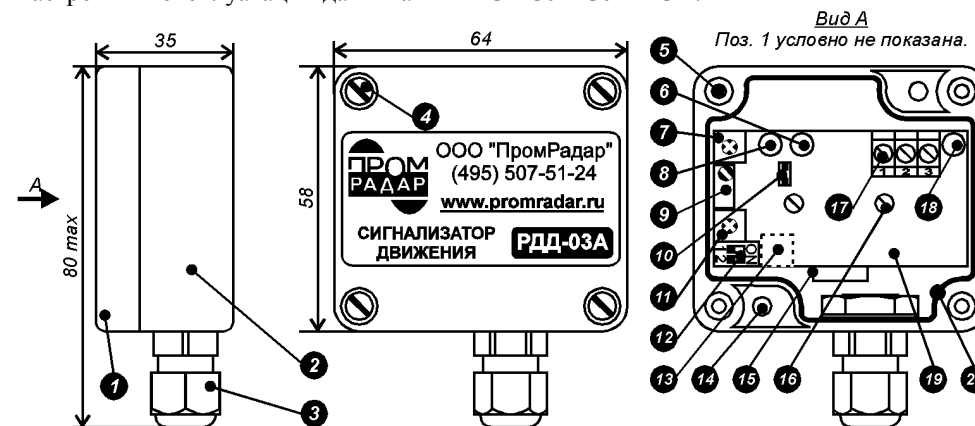
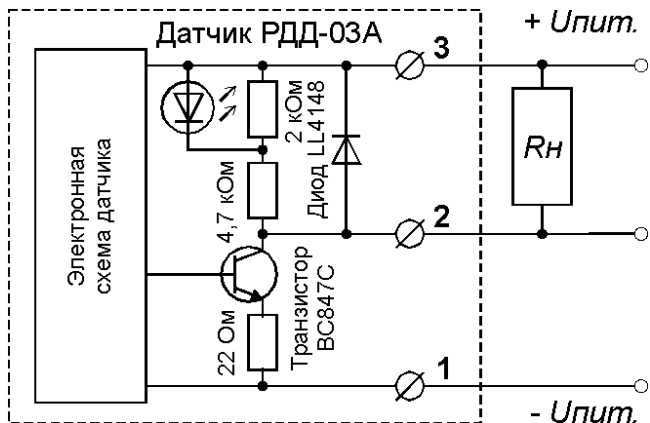

Рис. 1. Конструкция датчика РДД-03А.
Рис. 10. Выходной каскад датчика РДД-03А и схема подключения нагрузки.
Конструкция РДД-03А показана на рис. 1. На печатной плате 19 установлены элементы электрической схемы датчика и приёмо-передающий модуль 15. Плата саморезами 16 крепится к корпусу 2. Регулятор 7 («Чувствительность») служит для настройки чувствительности датчика, а 11 («Задержка») - для регулировки задержки срабатывания. Тип задержки (на включение/ на выключение/ симметричная) задается переключателем 12. Если удалить перемычку 10 («Фильтр»), то РДД-03А контролирует наличие/ отсутствие движения во всем диапазоне скоростей. Для его сужения (фильтрации посторонних движений) следует установить перемычку 10 обратно на посадочные штыри. Выбор нужного интервала скоростей производится регулятором 9 («Скорость»). Внешние провода вводятся через сальник 3 и подключаются к клеммам 17. Светодиод 8 («Движение») горит при движении контролируемого объекта; светодиод 6 («Выход») зажигается при срабатывании выходного ключа прибора, а светодиод 18 («КЗ») включается при срабатывании схемы защиты выходного каскада от токовых перегрузок. Для крепления РДД-03А служат два отверстия 14 диаметром 4,2 мм. Корпус закрывается крышкой 1 через уплотнитель 20. Крышка прижимается винтами 4, которые вворачиваются в запрессованные резьбовые втулки 5. Регулятор 13 (обозначен пунктиром) в процессе настройки и эксплуатации датчика **НЕ ИСПОЛЬЗУЕТСЯ**.
Схема выходного каскада датчика показана на рис. 10. В качестве сопротивления нагрузки R_n к датчику может быть подключена обмотка внешнего реле или входной каскад контроллера сбора информации.
Обозначения органов регулировки РДД-03А, а также направления их вращения соответствуют рис. 1.
7.1.4. Подключите к датчику нагрузку и источник питания согласно рис. 10.
ВНИМАНИЕ! Ошибки при подключении могут вывести датчик из строя! Включение светодиода «К3» (поз. 18 на рис. 1) при наличии движения свидетельствует о срабатывании схемы защиты выходного каскада датчика от токовых перегрузок. При этом следует проверить правильность подключения датчика и, при необходимости, увеличить сопротивление нагрузки (R_n на рис. 10). Светодиод «К3» гаснет и схема защиты отключается при снятии с датчика напряжения питания, либо при остановке механизма (нет движения).
Обозначения органов регулировки датчика, а также направления их вращения соответствуют рис. 1.
7.2.2. Подключите к датчику нагрузку и источник питания согласно рис. 10. Если при таком состоянии органов регулировки светодиод «Движение» не загорается, значит посторонние движения не влияют на работу РДД-03А. При этом следует перейти к выполнению п. 7.2.3. В противном случае следует перейти к п. 7.2.7. **ВНИМАНИЕ!** Ошибки при подключении могут вывести датчик из строя! Включение светодиода «КЗ» (поз. 18 на рис. 1) при наличии движения свидетельствует о срабатывании схемы защиты выходного каскада датчика от токовых перегрузок. При этом следует проверить правильность подключения датчика и, при необходимости, увеличить сопротивление нагрузки (R_n на рис. 10). Светодиод «КЗ» гаснет и схема защиты отключается при снятии с датчика напряжения питания, либо при остановке механизма (нет движения).